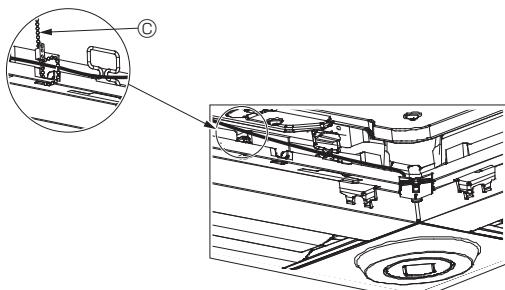

Fig. 10-12
- Fest i-see-Sensoren og signalmottakerledningene til panelet med festene som vist på bildet, slik at det ikke er slakk i ledningene, og deretter klipp av den overflødige enden av festet. (Fig. 10-12)
- Hvis posisjonen til i-see-Sensoren ble endret fra "○" (E) til "□" (F)-posisjonen, endre funksjonsinnstillingene. (Se side 13.)